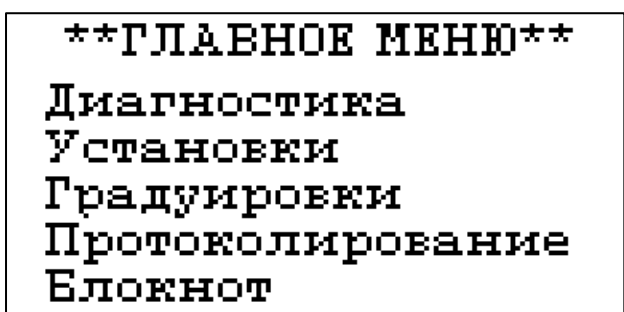

Рис. 7.2-1. Окно «Главное меню»
****ГЛАВНОЕ МЕНЮ****, показанное на рис. 7.2-1.. В этом окне с помощью кнопок перемещения курсора Вы можете выбрать одну из пяти опций.